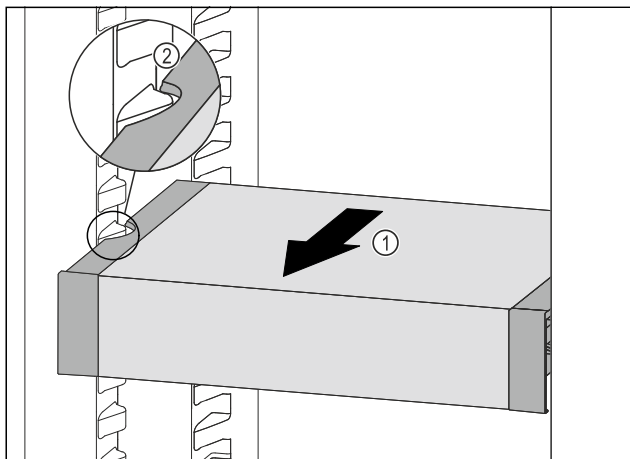

Fig. 40
- ▶ Изтеглете VarioSafe напред Fig. 40 (1), докато страничните прорези на VarioSafe се намират на височината на ребро на съда в хладилната част. Fig. 40 (2)